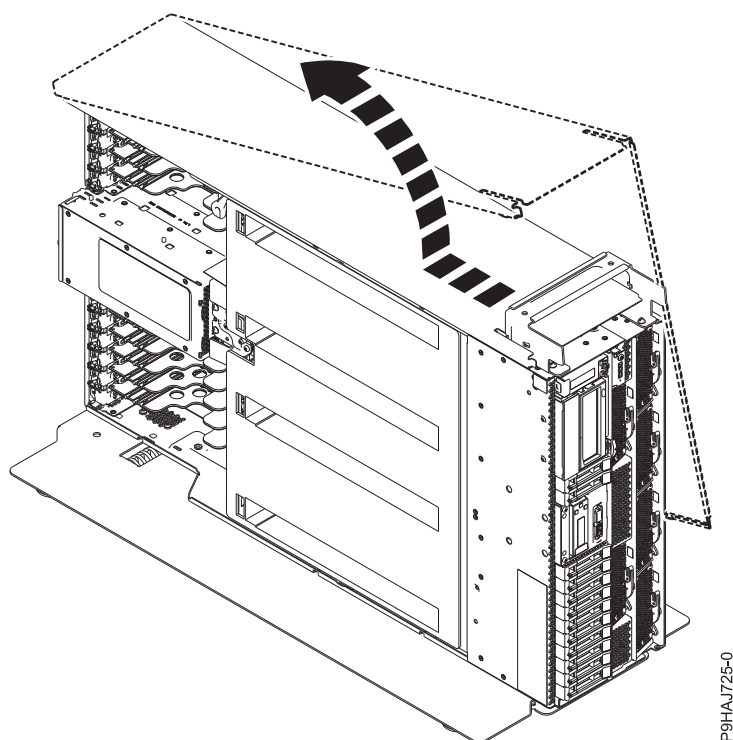

Figura 11. Scoaterea capacului lateral
6. Glisați capacul lateral de pe sistem în direcția indicată în Figura 11 la pagina 24.